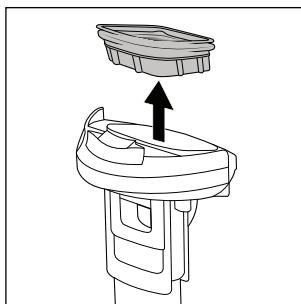

Fig. 24
- ◆ Fjern snavsfilteret **10** fra beholderen til snavset vand **2** ved at tage fat i siderne med fingrene under snavsfilterets **10** pakning. Tag så snavsfilteret **10** ud af låget til beholderen til snavset vand **9** oppefra (se fig. 24).